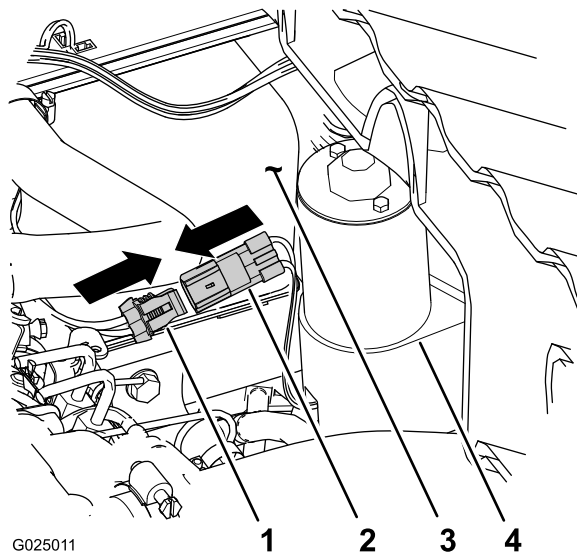

図 10
3. 昇降アクチュエータの2ピンコネクタを、車両の後部ハーネスの2ソケットネクタに接続する図 10。